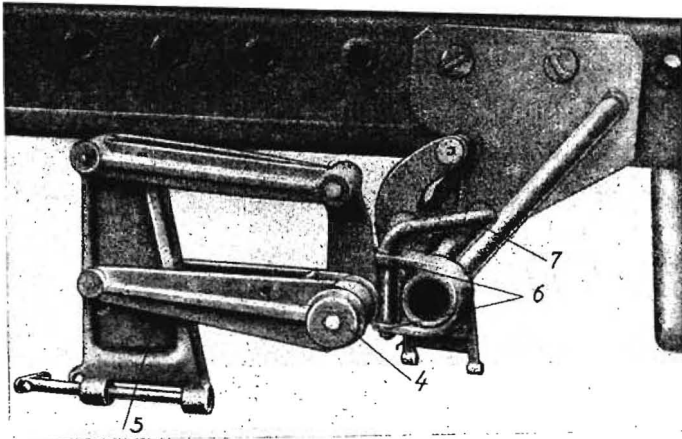
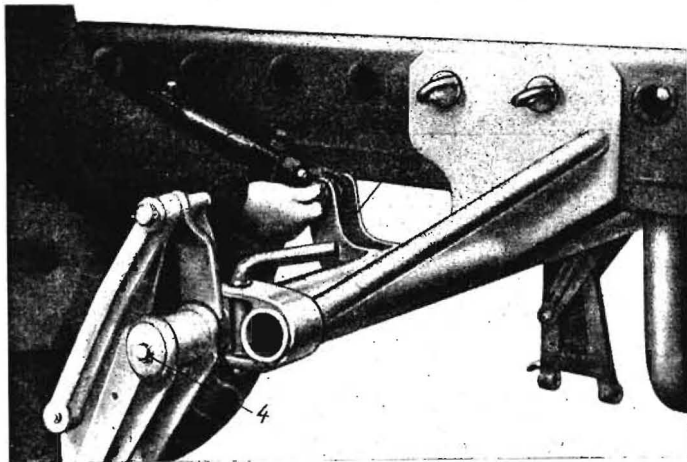

Bild 3
Bild 4
c) Hubwelle mit Parallelogrammen	Bild 3
d) Hydraulikzylinder	Bild 4
Die Hubwelle 4 (Bild 3)
wird zusammen mit dem nach hinten zeigenden Parallelogramm 5 (Bild 3) in die Führungen des Tragbockes links und rechts 6 (Bild 3) eingeschoben und mittels Griffbolzen 7 (Bild 3) verriegelt.
Der Hydraulikzylinder 8 (Bild 4)
mit der Gabel auf den auf der rechten Seite liegenden Zapfen des Hydraulikbockes aufgeschoben und gesichert. Weiterhin wird die Gabel des Hydraulikbockes in die Aufnahme des Hubbockes 9 (Bild 4) der Hubwelle 4 (Bild 3 und 4) eingeschoben und durch Bolzen 10 (Bild 4) befestigt. Dieser Bolzen wird mit Scheibe und Federstecker gesichert.